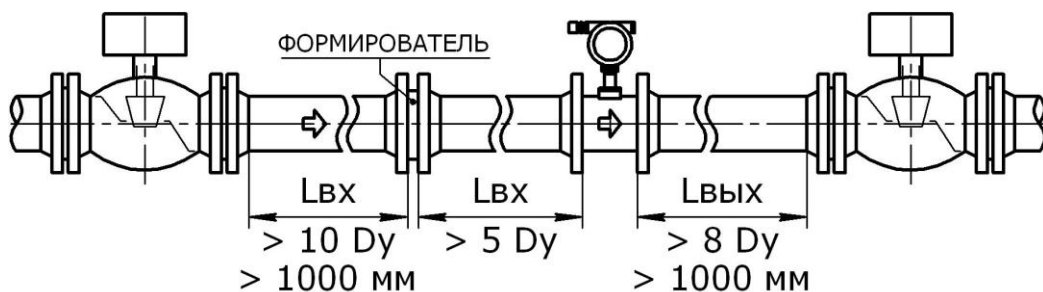

Рисунок 12. Частично открытая задвижка или регулятор
2.2.3 Регуляторы давления (расхода) рекомендуется устанавливать после датчика по направлению потока. При установке регулятора давления (расхода) перед датчиком необходимо производить монтаж в соответствии с 2.3.2 (рисунок 12), с применением формирователя (поставляется по отдельному заказу).